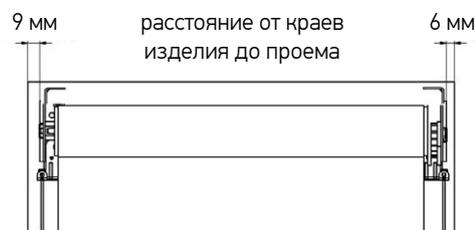

Рис. 2. Зазоры между проемом и изделием с боковой фиксацией
- При монтаже изделия с **боковой фиксацией в проем** необходимо, чтобы между краем изделия и проемом со стороны электропривода оставался зазор не менее 6 мм, а с другой стороны – не менее 9 мм (Рис.2).